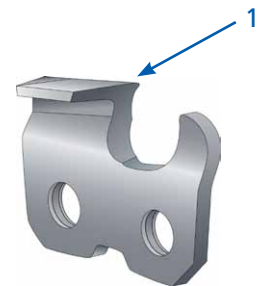

Bild 4
1. Vollmeißel „super“ (Bild 4)